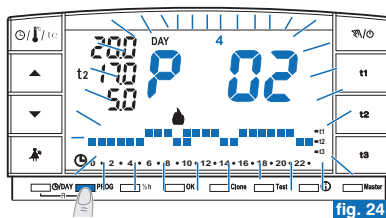

fig. 24
- Pulsar la tecla **PROG**: aparecerá sobre la pantalla el programa utilizado y el desplazamiento de la configuración de cada día (o grupo de días en el programa P01 todavía sin modificar) se producirá de modo automático (fig. 24).